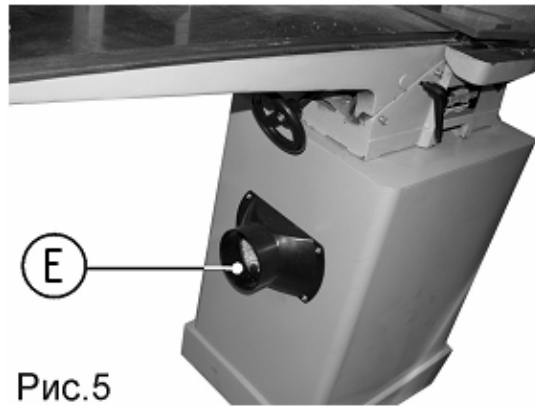

Рис.5
9.3. Установка патрубка пылесборника (Рис.5)